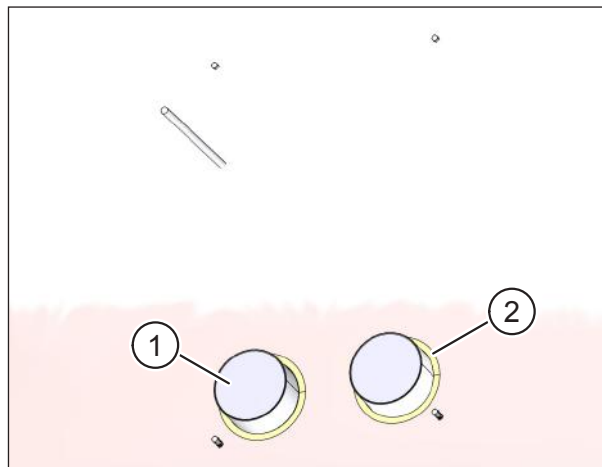

Рис. 26: заштукатурить внутреннюю стену
- ▶ Перед нанесением штукатурки закройте оба отверстия вентиляционных труб клейкой лентой (поз. 1 на рис. 26) или с помощью другого подходящего материала.
- ▶ Срежьте монтажную пену (поз. 2 на рис. 26) вровень со стеной плитой.